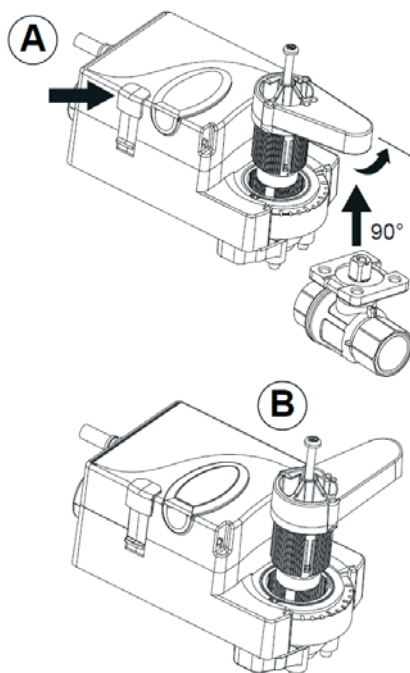

Figure 7 : Décalage de la poignée
5. Sortir la poignée de son logement et la faire pivoter de 90° dans le sens anti-horaire (Figure 7).